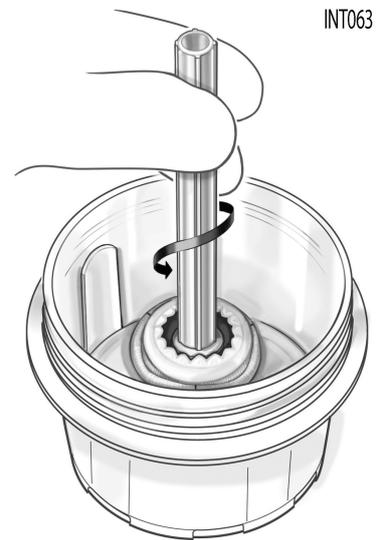

Figura 6
4. Con la válvula en el recipiente, retire el conjunto de herramienta de inserción/introductor del balón de la bandeja e inserte el lado del introductor del balón a través de las valvas de la válvula hasta que encaje en el soporte de la válvula. Gire la herramienta de inserción en sentido horario enroscando el introductor del balón en el soporte de la válvula hasta que se detenga. Verifique que la conexión esté bien cerrada (Figura 6).